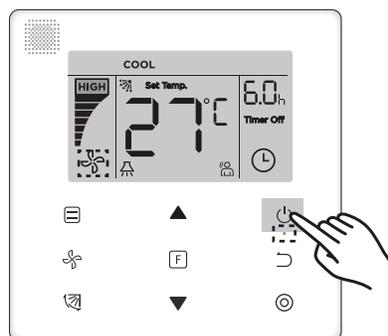

Figura 13
1. Pressione o botão (liga/desliga), o indicador de operação “●” no controlador conectado se acenderá, enquanto o ícone de liga/desliga “” da unidade interna na tela girará para indicar que a unidade interna começou a funcionar. (consulte a Figura 13)